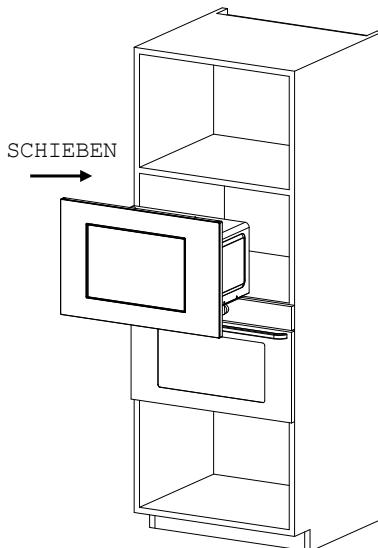

Abb. 1
- a) Stellen Sie den Mikrowellenherd in den Einbauschrank und schieben Sie ihn bis zum Ende. (Abb. 1)